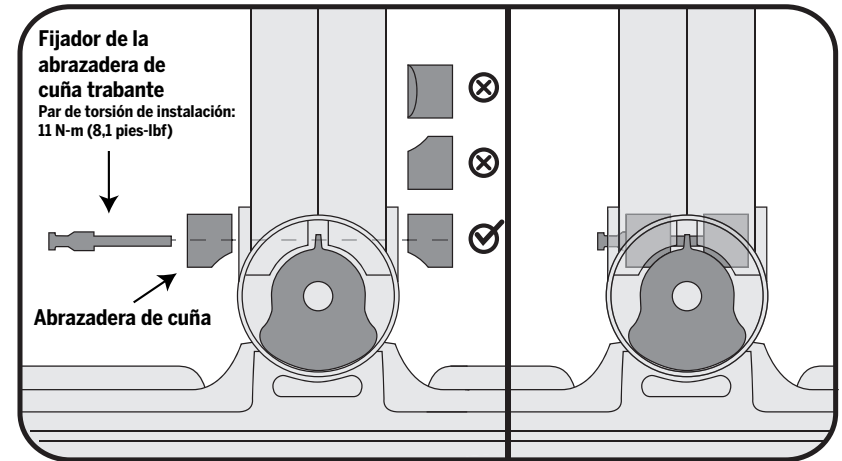

Figura 2. Asegúrese de que la abrazadera de cuña esté instalada con el lado curvo hacia abajo
5. Asegúrese de que las abrazaderas de cuña estén instaladas correctamente, con el lado curvo apuntando hacia abajo, a ambos lados de la base de la barra de dirección LeanSteer. Cada abrazadera de cuña debe instalarse de modo que calce correctamente en el cubo basculante. Consulte la figura 2 y repase la sección de advertencia al inicio de este documento.